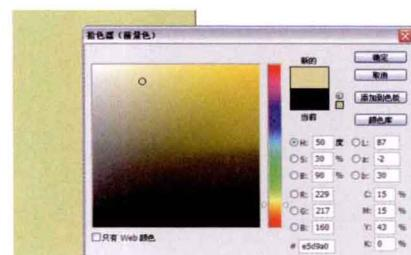

图1-2
② 在“图层”面板中单击“创建新图层”按钮，建立一个新图层，填充其颜色值为(R:229,G:217,B:160)，效果如图1-2所示。